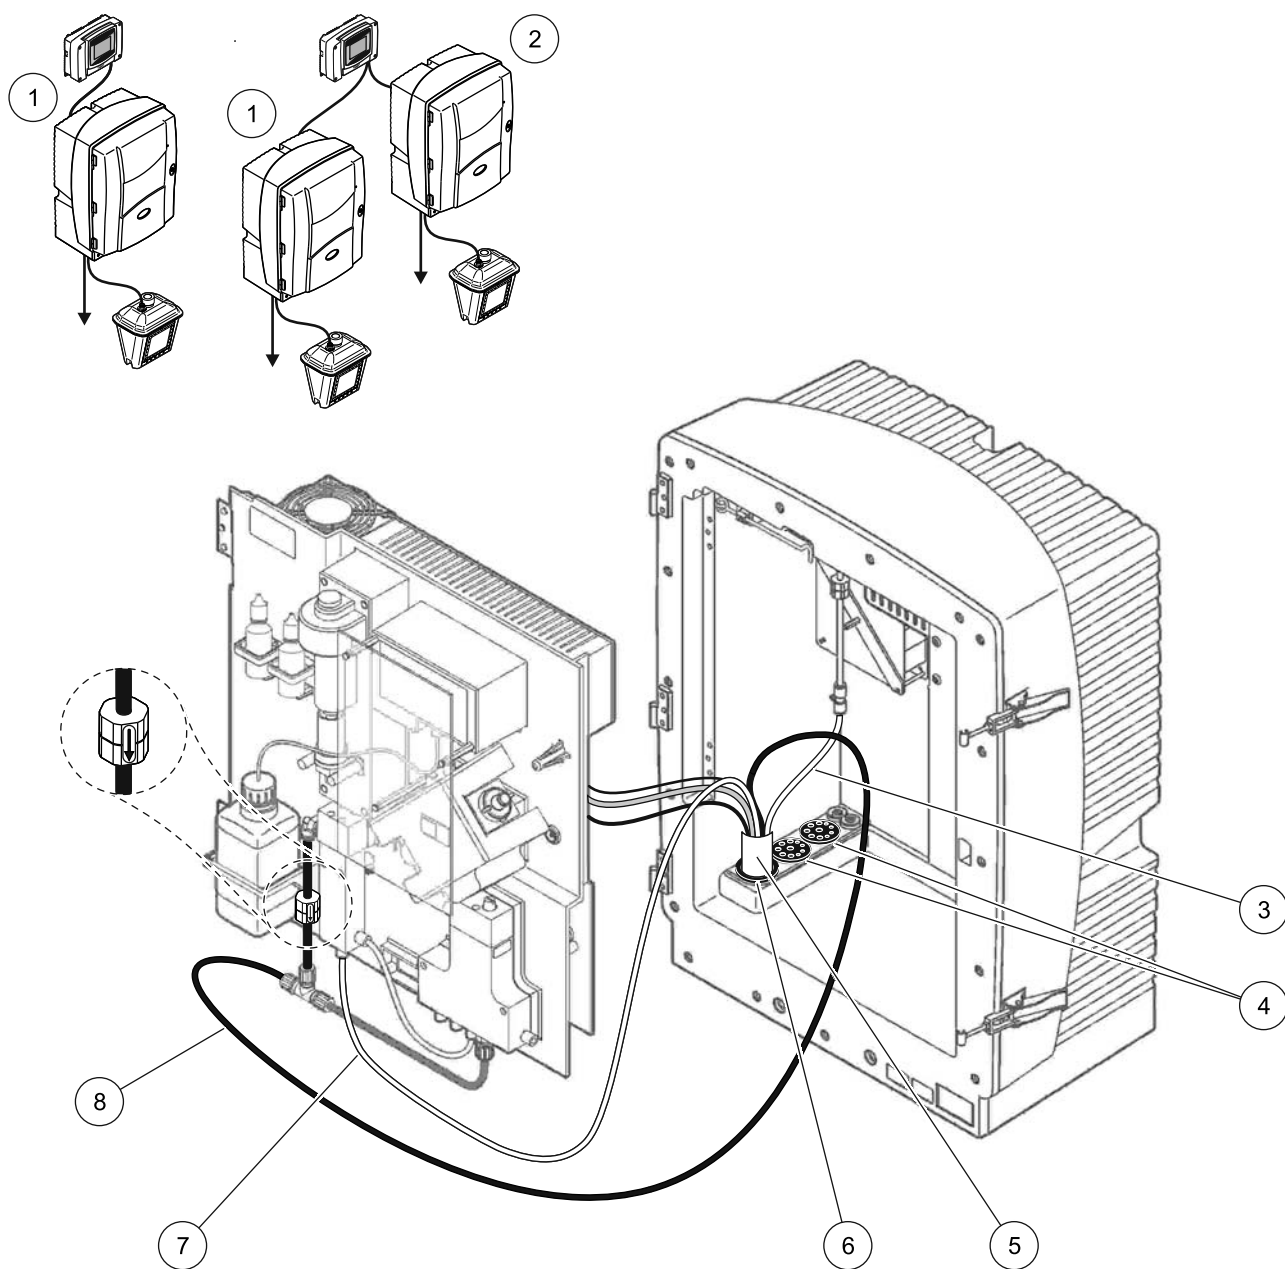

Рисунок 29 Монтаж версии 1
Для версии 1 смотрите Рисунок 29 и следующие инструкции:
2. Подсоедините шланг фильтра-пробоотборника sc (линии проб, электрокабели и дренажная трубка) через отверстие в анализаторе (позиция 5, Рисунок 29). Для фиксации используйте уплотняющую заглушку #2.
6. Присоедините дренажную трубку к фильтру-пробоотборнику sc (Рисунок 29 на стр. 91).